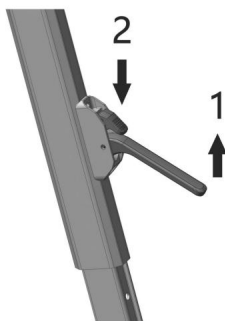

Figure D7
a. Soulevez le loquet du bras et appuyez sur la tête de verrouillage, puis faites-le glisser hors du bras de support jusqu'à la hauteur appropriée (Figure D7) et relâchez la tête de verrouillage pour verrouiller le support bras.